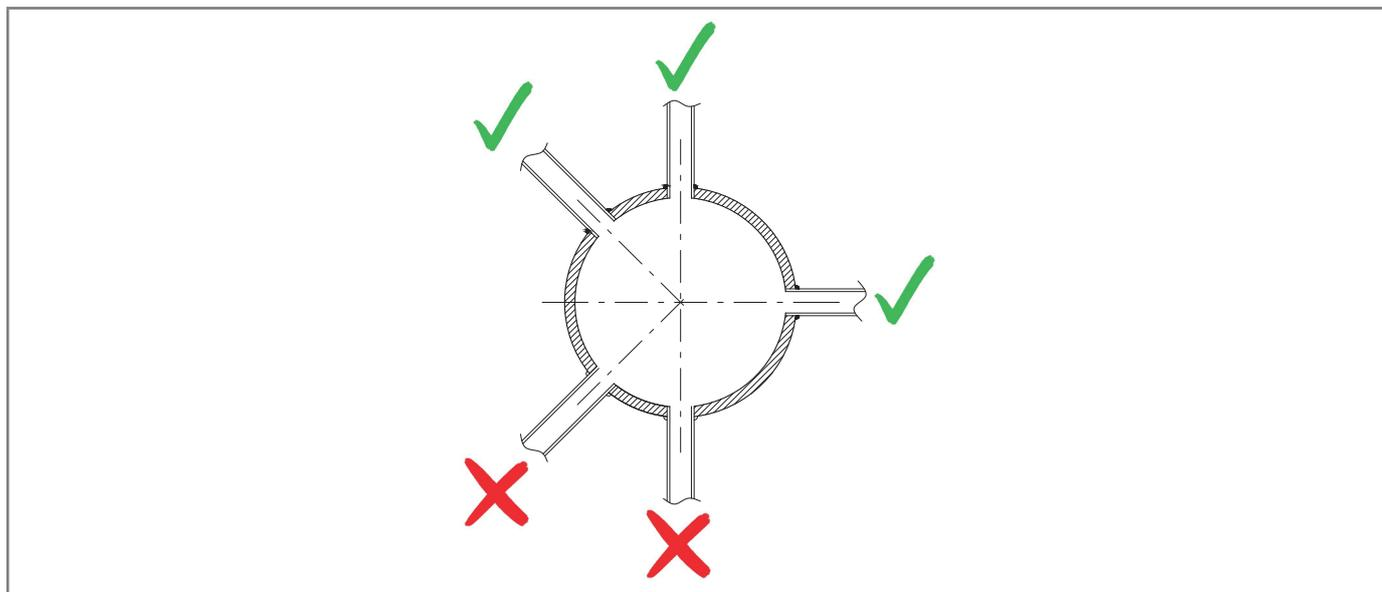

Рис. 6.27. Приваренные крепления на трубопроводе
- фитинги трубопровода всегда привариваются к верху или к горизонтальной оси самой трубы (см. рис. Рис. 6.27);